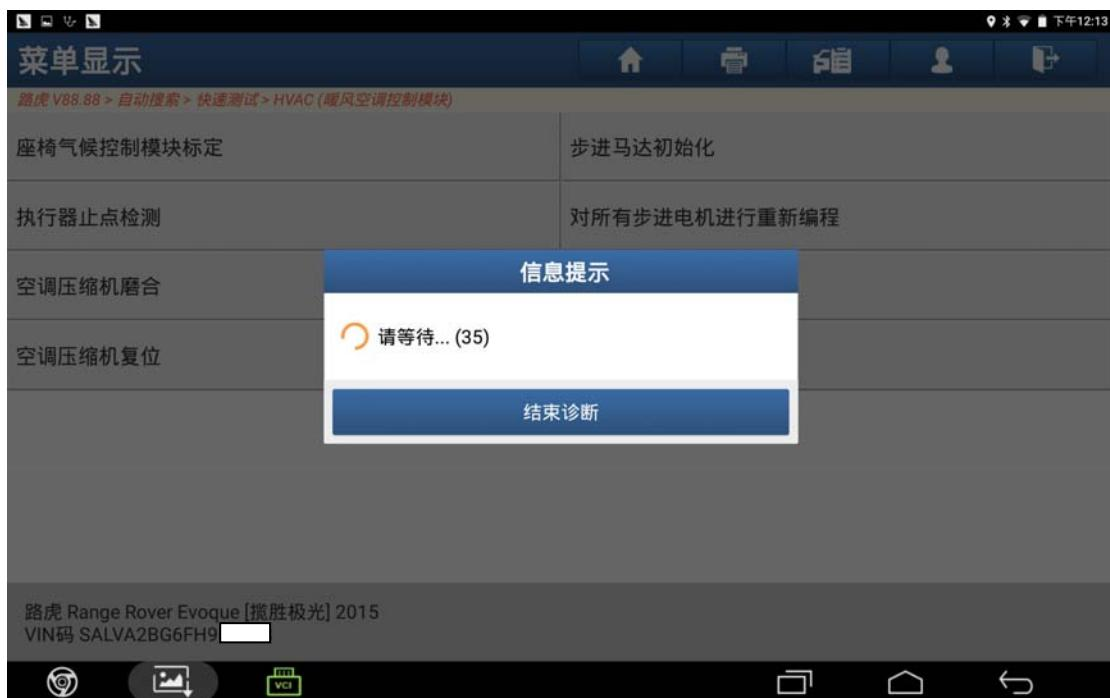

图 16
16). 根据提示耐心等待，等待大约 40 秒钟（如图 16）；